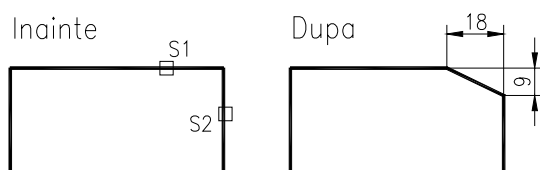

Fig. U6.5
1. Teșire cu distanțe diferite (Fig. U6.5).